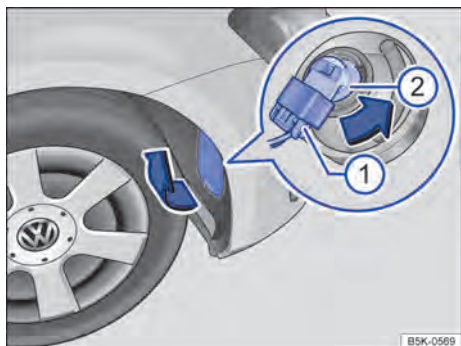

Fig. 235 No protetor da caixa de roda dianteira direita: substituir a lâmpada incandescente no farol.
3.	Se necessário, levantar com cuidado a cobertura no protetor da caixa de roda, no sentido da seta, com a lâmina plana da chave de fenda das ferramentas de bordo ⇒ Fig. 235.
4.	Destruar e retirar o conector ①.
5.	Girar o suporte de lâmpadas ② até o batente no sentido anti-horário (seta) e retirar para trás com a lâmpada incandescente.
8.	Encaixar o conector ① no suporte da lâmpada ②. O conector precisa encaixar audivelmente.
9.	Encaixar a cobertura no protetor da caixa de roda ⇒ Fig. 235.